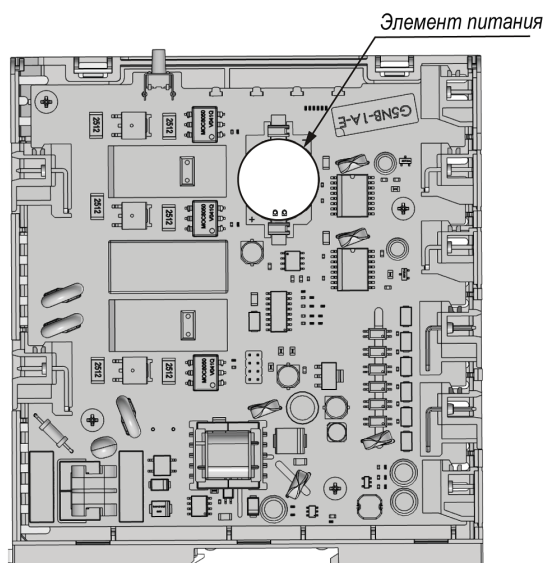

Рисунок 6.6 – Расположение элемента питания на плате прибора
4. Извлечь элемент питания из батарейного держателя (см. рисунок 6.6), затем установить в батарейный держатель новый элемент питания;